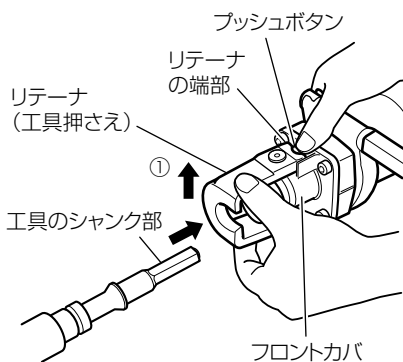

図 3
- (1) 工具のシャंक部をきれいにふき、グリースあるいは機械油を塗布します。
- (2) 図3のようにプッシュボタンを押し、リテーナ〔工具押さえ〕を矢印①の方向に少し上げて、リテーナの端部をプッシュボタンに引っ掛け、プッシュボタンをも戻らなくします。
- (3) プッシュボタンから指をはなし、さらにリテーナを矢印①の方向に上げます。